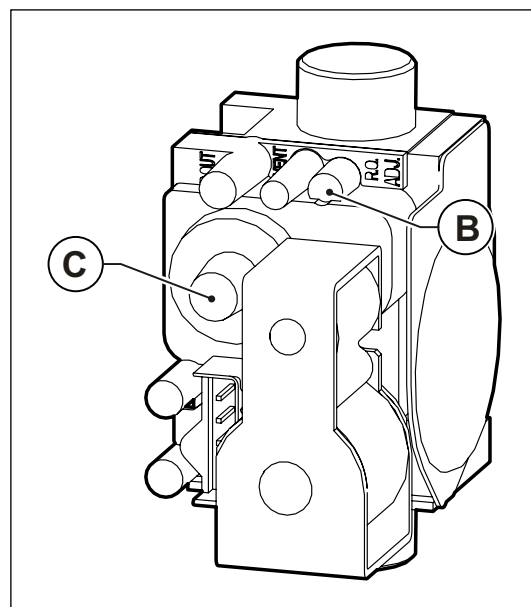

Рис. 30 Регулювання концентрації вуглекислого газу
- Відрегулюйте рівень вмісту вуглекислого газу (CO₂) в димових газах за допомогою відповідного регулятора **В** (дивись Рис. 30 Регулювання концентрації вуглекислого газу) та переконайтеся, що його значення знаходиться у межах, вказаних в Таб. 20 Вміст CO₂ в димових газах. Не виключаючи режим "сажотрус", перейдіть до наступного етапу - регулюванню на мінімальній потужності.
- Відрегулюйте рівень вмісту вуглекислого газу (CO₂) в димових газах, обертаючи гвинт «offset» **С** (дивись Рис. 30 Регулювання концентрації вуглекислого газу) та переконайтеся, що його значення знаходиться у межах, вказаних в Таб. 20 Вміст CO₂ в димових газах.